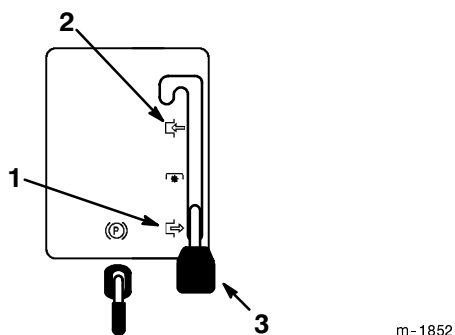

Figure 8
4. Mettez la commande des lames (PdF) en position débrayée (Fig. 8).